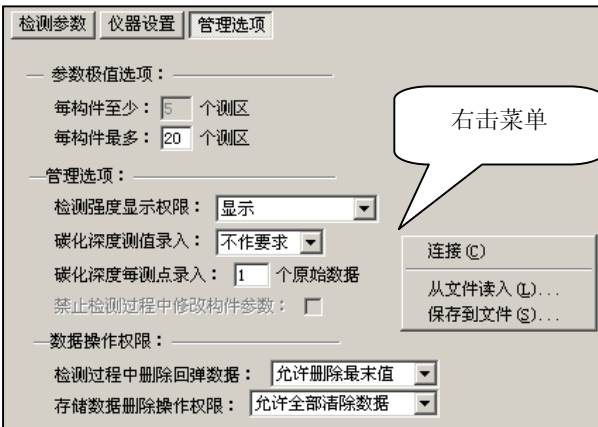

图 7-4
3) 在软件右窗口中点击“管理选项”按钮，会出现如图 7-4 所示的参数极值选项、管理选项、数据操作选项，其中的数值也都是从回弹仪主机中导入的，您可以修改、从文件读入、保存到文件、写回仪器，具体操作同上。